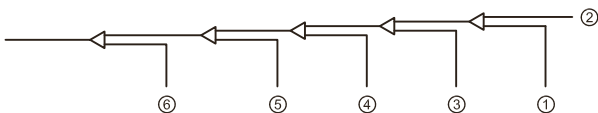

Figura 5.15
- Lave as outras aberturas da mesma maneira, trabalhando em sequência da unidade interna A em direção às unidades externas. Consulte a Figura 5.15.